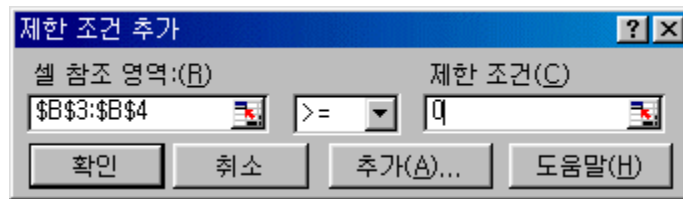

Figure 5.3: Example 5.1의 제한 조건
- ‘제한 조건’이 있는 경우 ‘추가’를 클릭하여 ‘제한 조건 추가’창이 열고 제한 조건을 추가한다 (Figure 5.3).